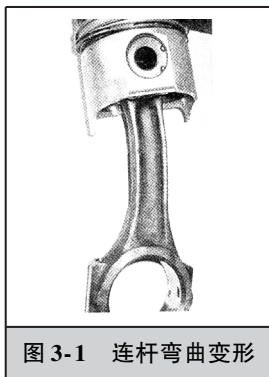

图 3-1 连杆弯曲变形
2) 引起原因。活塞与气缸配合间隙过大；活塞与气缸壁严重拉伤；连杆弯曲、扭曲变形，如图 3-1 所示；喷油器工作不良或损坏。